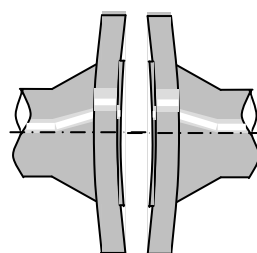

図6 フランジの変形
- フランジが変形していると、正確な締付面圧がかけられず漏れの原因となりますのでフランジを交換するか、修正して下さい。（図6参照）